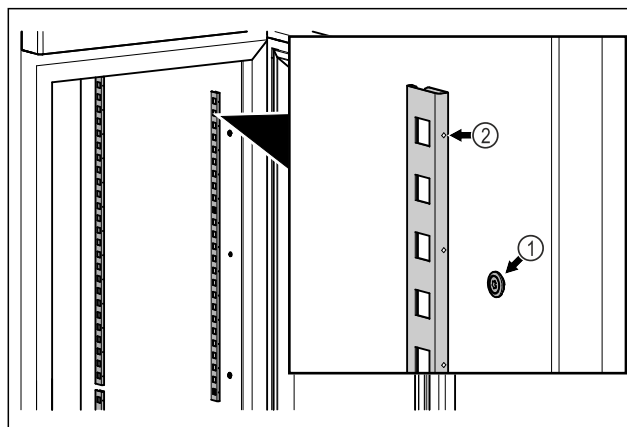

Fig. 83 Eksempelfremstilling
- Hekt sperrelistene inn i opphenget Fig. 83 (1). Markeringen Fig. 83 (2) må peke fremover.